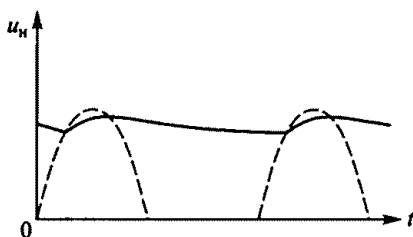

Рис. 196
8.5. Какому выпрямительному устройству с фильтром соответствует приведенная на рис. 196 зависимость выпрямленного напряжения от времени?